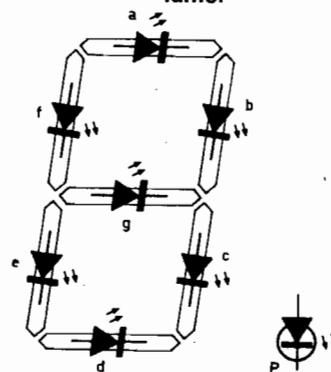

Fig. 15. — Constitution d'un afficheur 7 segments avec point décimal.
Comme son nom l'indique, ce composant est constitué par 7 diodes électroluminescentes dont la partie lumineuse se présente sous forme de segments désignés par les 7 premières lettres de l'alphabet. La plupart de ces afficheurs possèdent un point lumineux (P) visualisant une virgule (fig. 15). Non seulement les chiffres de 0 à 9 peuvent être représentés mais également les lettres de A à F, ce qui est pratique si on se sert du système hexadécimal, comme par exemple dans les microprocesseurs (fig. 16). Les diodes de l'afficheur ont une liaison commune de toutes les anodes (fig. 17) ou de toutes les cathodes.